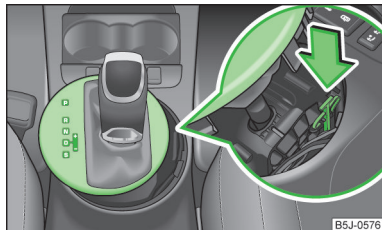

Fig. 95
- Apăsați cu degetul componenta galbenă din material plastic, în sensul săgeții » fig. 95.